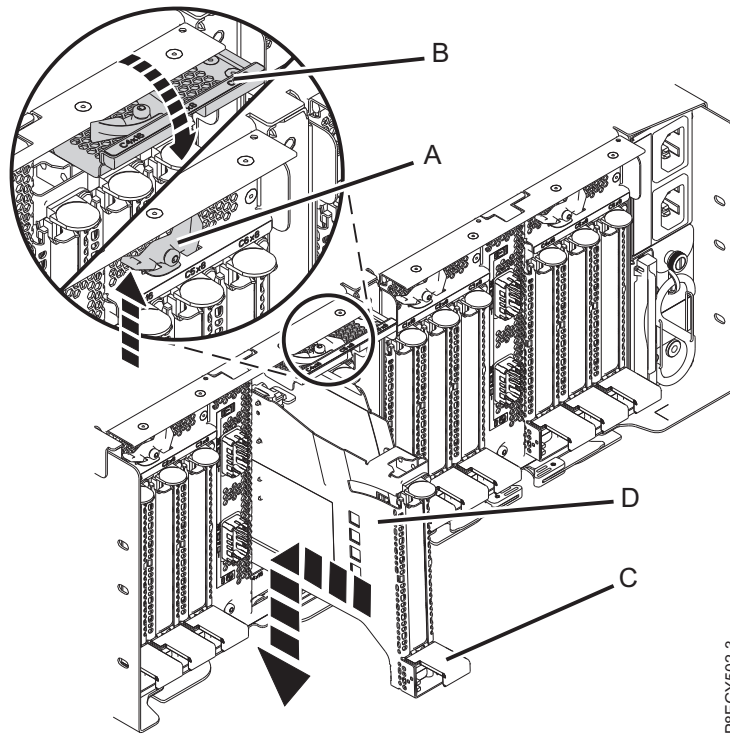

Figure 58. Installation d'une cassette de cartes PCIe dans le tiroir d'extension PCIe3
- b. Saisissez avec précaution le bord supérieur de la cassette de cartes (**D**) et alignez cette dernière avec l'emplacement. Voir figure 58, à la page 54.
- d. Une fois la cassette de cartes PCIe (**D**) insérée dans son emplacement, appuyez sur la poignée de la cassette (**C**) pour fixer la cassette de cartes (**D**) dans son connecteur. Voir figure 58, à la page 54.
- e. Faites pivoter la porte de verrouillage (**B**) vers le bas et appuyez dessus afin de la placer en position fermée, comme illustré dans la figure 58, à la page 54. Le loquet de verrouillage (**A**) se